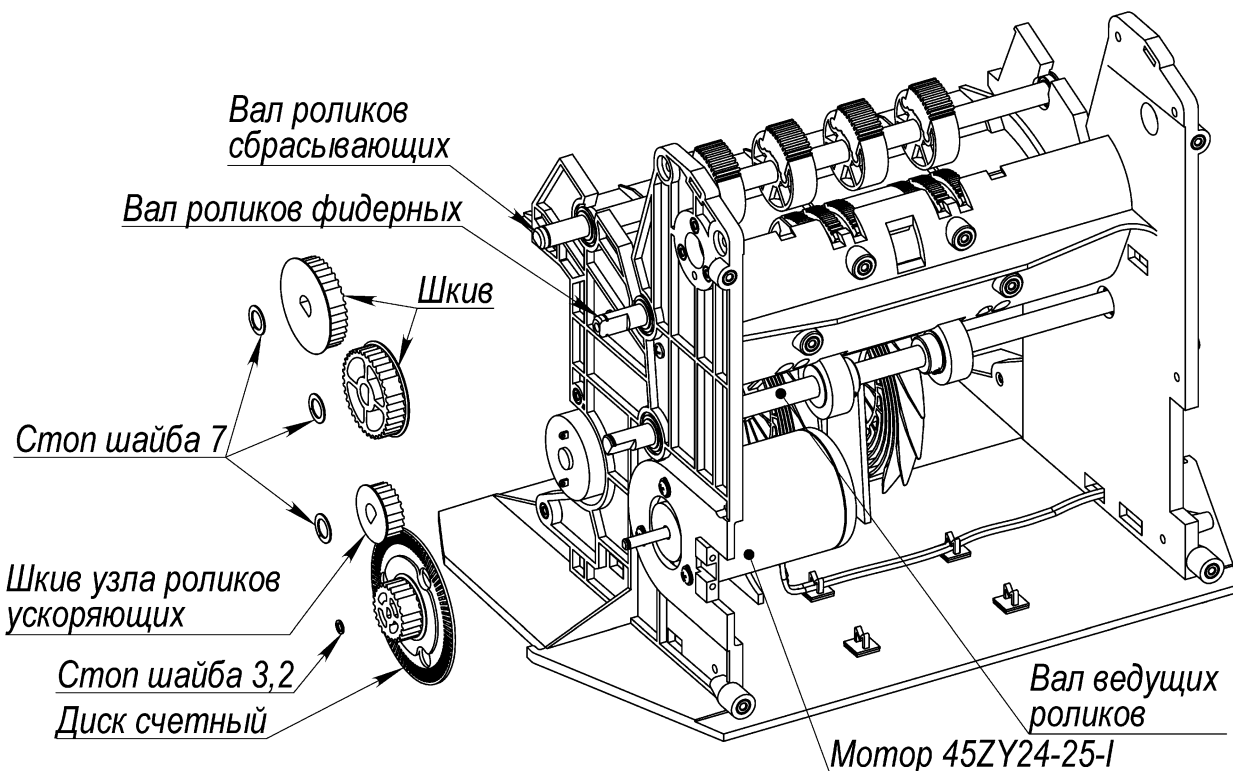

Рис. 44
8.14.1 Снять стоп шайбу 7 W0003 крепления шкива к валу роликов сбрасывающих, снять шкив с вала роликов сбрасывающих (см. Рис. 44).
8.14.2 Снять стоп шайбу 7 W0003 крепления шкива к валу роликов фидерных, снять шкив с вала роликов фидерных (см. Рис. 44).
8.14.3 Снять стоп шайбу 7 W0003 крепления шкива узла роликов ускоряющих к валу ведущих роликов, снять шкив узла роликов ускоряющих с вала ведущих роликов (см. Рис. 44).
8.14.4 Снять стоп шайбу 3,2 W0018, крепления диска счетного к мотору 45ZY24-25-I (модуль главного мотора), снять диск счетный с мотора 45ZY24-25-I (см. Рис. 44).
**Внимание:** соблюдать ориентацию фланцев шкивов и счетного диска как показано на Рис. 44.